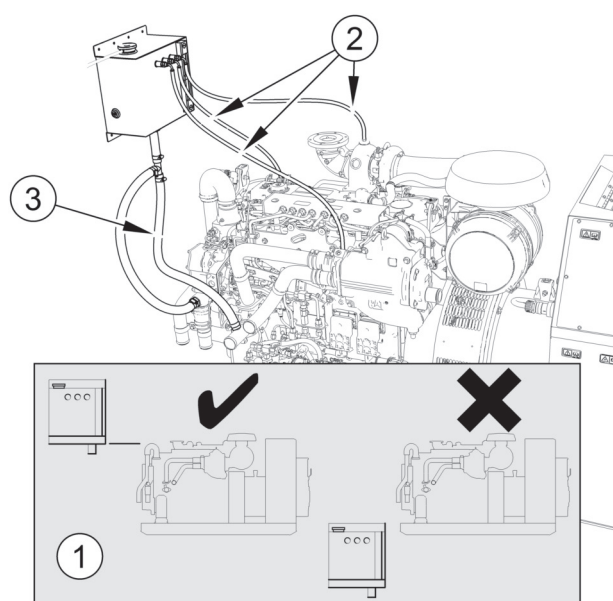

Figura 33
- 1 Montare il serbatoio di espansione remoto facendo in modo che il fondo dell'unità si trovi nella posizione illustrata nella figura 33.